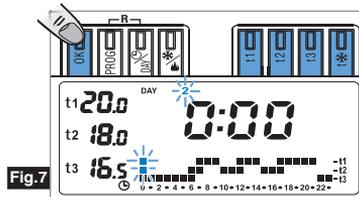

Fig.7
La conferma (**OK**) fisserà in memoria il programma impostato (per Lunedì) e sul display apparirà lampeggiante il giorno di **Martedì** (2) e lampeggianti i digit in corrispondenza dell'ora 0:00, sovrapposti alla scala termica programmata per il giorno precedente (Fig.7 alla pagina successiva).